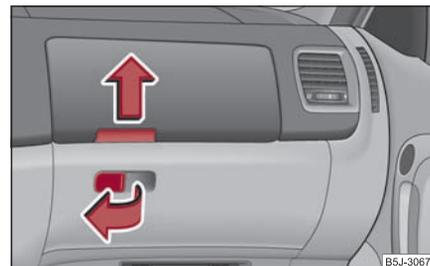

Fig. 103 Cuadro de interruptores: Compartimentos guardaobjetos en el lado del acompañante
- Tirar de la empuñadura en la tapa en sentido de la flecha ⇒ fig. 103 y abrirla.